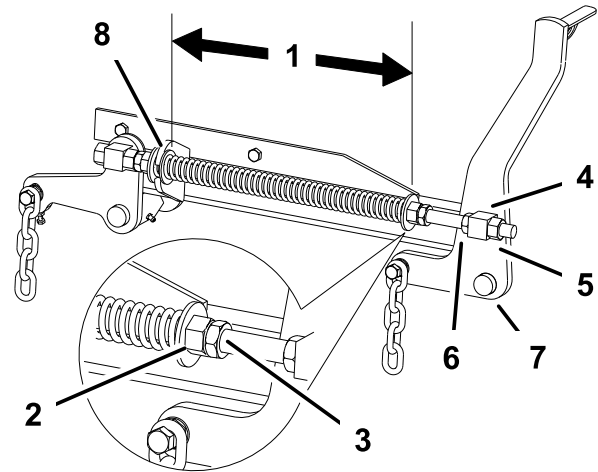

Figure 70
2. Vérifiez que les deux grandes rondelles sont espacées de 29,2 cm (Figure 70).
3. Réglez cette distance en desserrant l'écrou de blocage du ressort et en tournant l'écrou devant chaque ressort (Figure 70). Tournez l'écrou dans le sens horaire pour raccourcir le ressort, et dans le sens inverse pour l'allonger.
4. Bloquez l'écrou en position en serrant l'écrou de blocage du ressort (Figure 70).